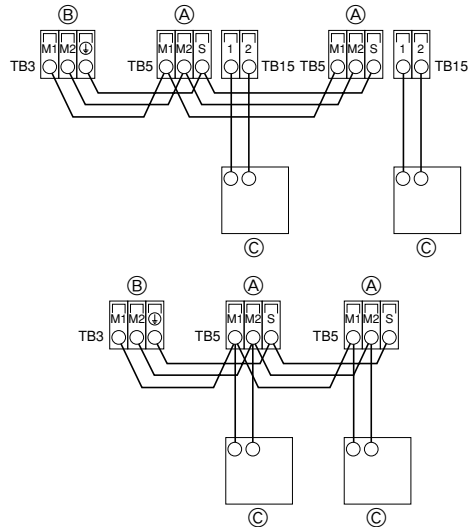

Fig. 4-2
- ② 电源电缆入口
- ③ 夹线板
- ④ 室内控制器开关设置用检修面板
- ⑤ 电气线路检修面板
- ⑥ 电源供应终端 (附接地终端)
- ⑦ 传送终端
- ⑧ MA遥控器终端
- ⑨ 使用线夹固定
- ⑩ 进气传感器
- ⑪ 支架
4.2. 接驳遥控器、室内和室外传送电缆 (Fig. 4-2)